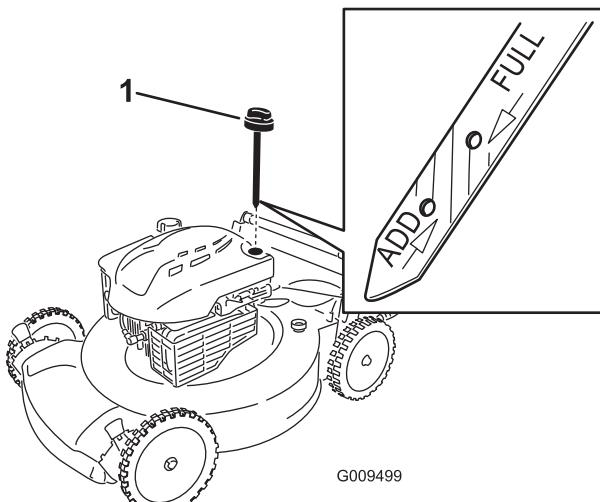

Bild 6
2. Entfernen Sie den Peilstab (Bild 6) und füllen Sie Öl in den Einfüllstutzen bis ca. 3/4 des Füllvolumens des Kurbelgehäuses ein.
5. Nehmen Sie den Peilstab heraus und lesen Sie den Ölstand am Peilstab ab, siehe **Bild 6**.